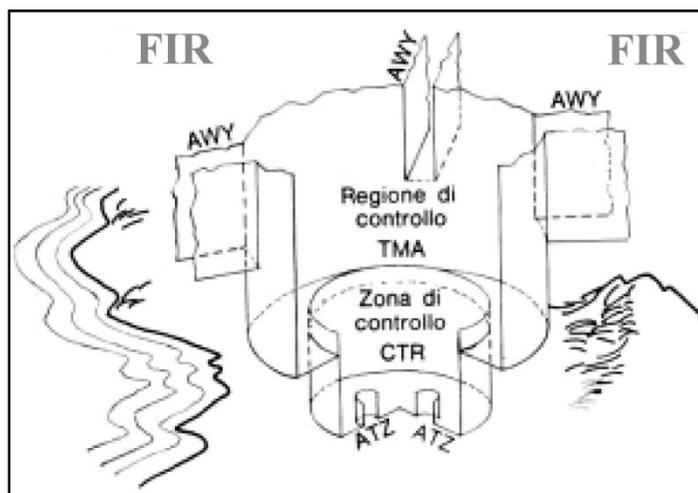

FIG. 4 - ZONE CONTROLLATE
c) l'APP (Approach, Avvicinamento) o **RADAR**, il quale controlla il **CTR**, un'ampia zona che può comprendere anche due o più **aeroporti**; nominativo: località seguita da Radar o Avvicinamento (è la stessa cosa). **FIG. 4**